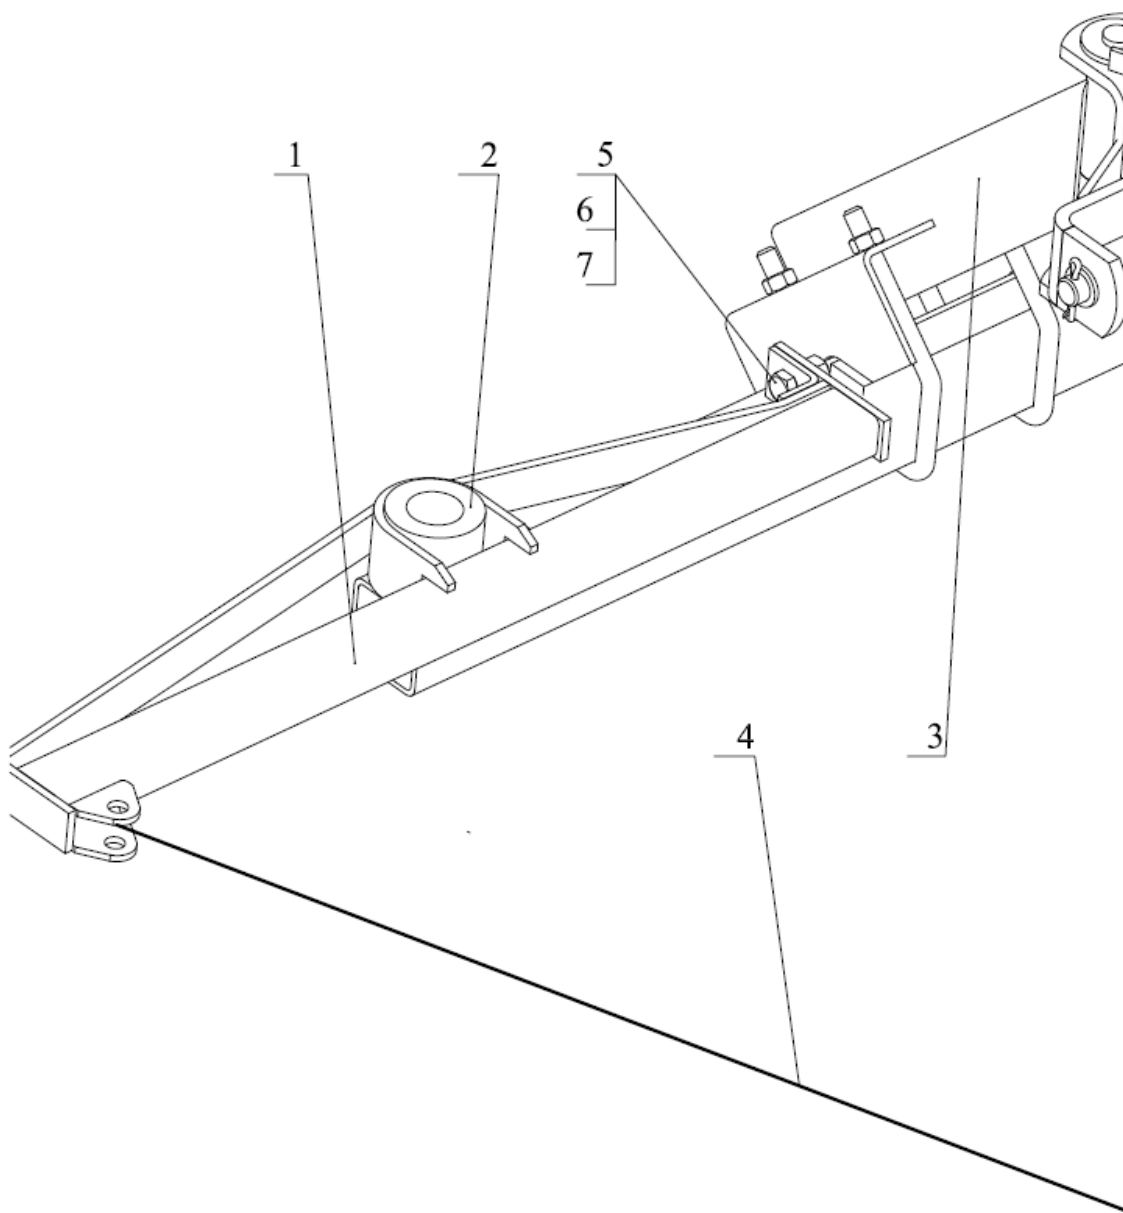

Рис.7 Установка кронштейна цепи.
2.5.3 Правая (левая) маркерная штанга в нерабочем положении удерживается тросом и цепной регулируемой растяжкой (или также тросом), а в рабочем положении - упором амортизатора, закрепленным в нужном месте на тросе. Кронштейны цепей 1 (рис.7) крепятся на балках (левой и правой) боковых секций сцепки на втулках и упорах (уголках).